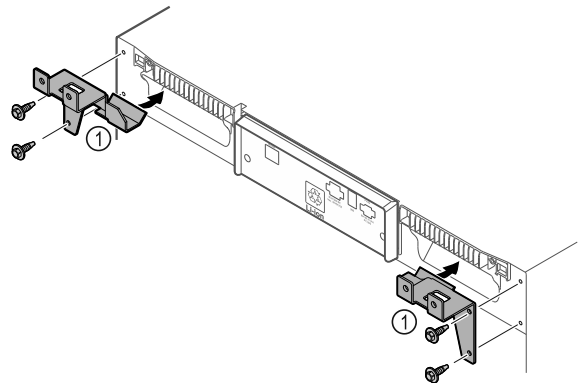

Fig. 10
- ▶ Монтувати деталі для підтримки Fig. 10 (1) з приданими гвинтами на пристрій.